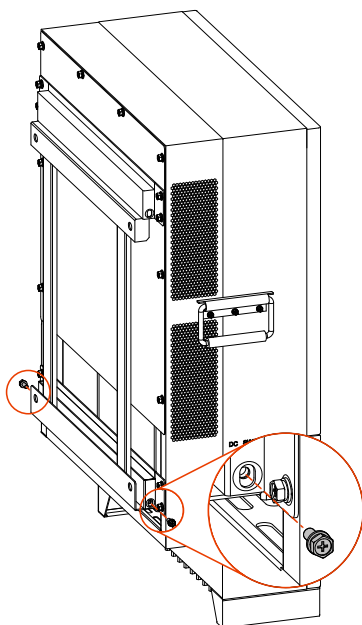

Figura 3-8 Fixação do inversor
- Etapa 6 Conforme mostrado na Figura 3-8, fixe o inversor no suporte de instalação nos dois lados do inversor com os parafusos M6*16 que acompanham o produto.